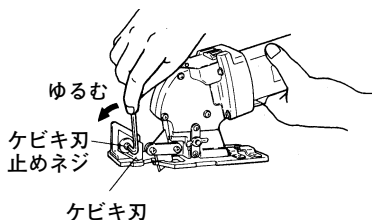

図 17
- (1) ケビキ刃を固定しているケビキ刃止めネジを六角棒スパナで、反時計方向にまわしてゆるめます。(図 17)